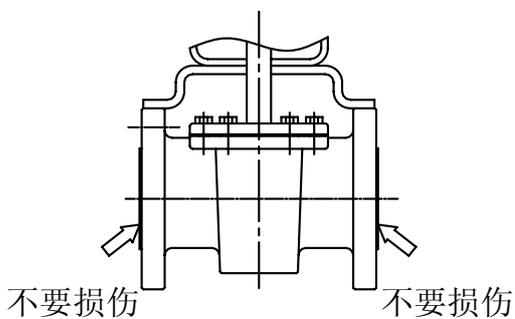

图 2-1
- 请勿损伤如图 2-1 法兰密封面，以免造成密封面流体的泄漏。